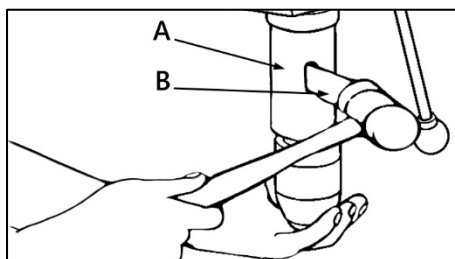

Рисунок 10.
Максимально разведите кулачки патрона повернув зажимное кольцо патрона. Вставьте в отверстие в гильзе (A) (рис. 10) расклинователь (B) и постучите по нему резиновым молотком, придерживая патрон рукой, чтобы избежать падения патрона при отделении от шпинделя.